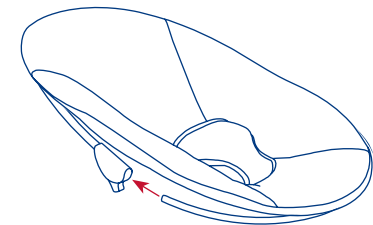

Fig. 7
- 7) • Attach the Footrest Tube to the Backrest Tube by pushing the free ends together until they snap into place. Pull on the rods to ensure that they are locked securely in place. (Fig. 7)
- Sujete el Tubo del apoyapiés al Tubo del respaldo empujando los extremos sueltos para juntarlos hasta que se traben bien. Tire de las varas para asegurarse de que estén bien trabadas. (Fig. 7)